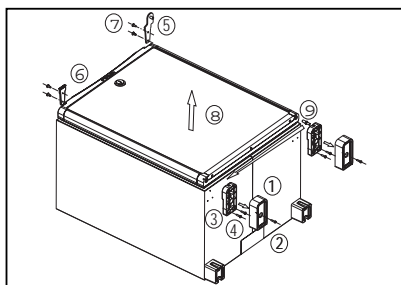

Afbeelding 6.
8.2. Binnenverlichting (afb.6)